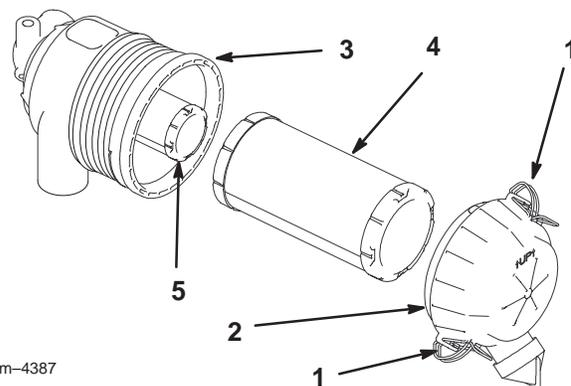

Figure 57
3. Ouvrez les dispositifs de verrouillage du filtre et ôtez le couvercle du corps du filtre (Fig. 57).
5. Sortez l'élément primaire du corps du filtre avec précaution (Fig. 57). Évitez de cogner l'élément à l'intérieur du corps. N'enlevez pas l'élément de sécurité, sauf si vous voulez le remplacer également.
2. Si vous remplacez l'élément de sécurité, insérez-le avec précaution dans le corps du filtre (Fig. 57).
3. Installez ensuite l'élément primaire sur l'élément de sécurité avec les mêmes précautions (Fig. 57). Assurez-vous qu'il est bien engagé en appuyant sur le rebord extérieur de l'élément que vous installez.
4. Reposez le couvercle, le côté portant l'inscription UP étant tourné vers le haut, et fermez les dispositifs de verrouillage (Fig. 57).